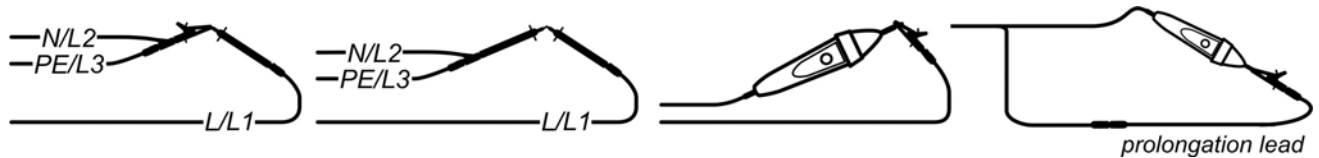

Abbildung 5.13: Kurzgeschlossene Prüfleitungen
- ☐ **Schließen** Sie das Prüfkabel am Gerät **an** und schließen Sie die Prüfleitungen miteinander kurz (siehe *Abbildung 5.13*).